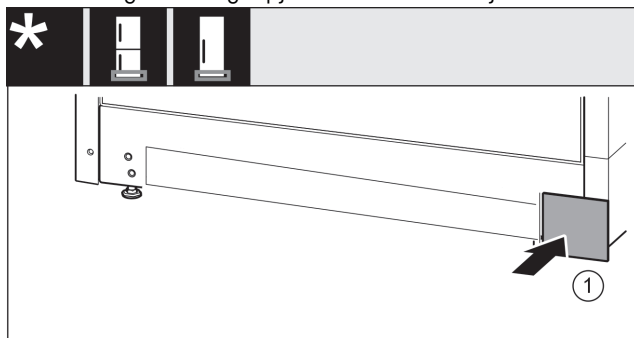

Fig. 45
- Afdekking Fig. 45 (1) van de andere zijde weer er in steken.